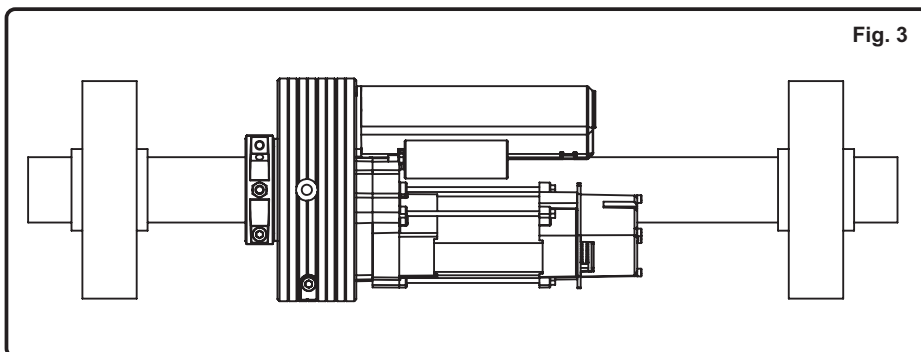

Fig. 4
- Introdurre il cavo 4X1 in dotazione all'interno del foro B (fig 1), evitando qualsiasi contatto con le parti in movimento; eseguire i collegamenti elettrici secondo lo schema elettrico in fig. 4. In presenza di motoriduttore con elettrofreno, introdurre la guaina del freno all'interno del secondo foro B.
- Dopo avere effettuato le connessioni elettriche - (FIG. 4) - procedere alla regolazione del fine corsa come segue (FIG. 4):
- Introduce the electric cable 4X1 into the hole B (fig 1), avoiding any contact with the parts in movement. Perform the electric connections according the electric plan (fig.4). In presence of motor with electrobrake, introduce the sheat of the brake inside the second hole B.
- After making the electrical connections - (FIG. 4) - proceed to adjust the limit switch as follows (FIG. 4):
- Introduire le câble 4X1, en dotation, dans l'intérieur du trou B (fig 1) en évitant le contact avec les parties en mouvement; exécuter les connexions électriques, selon le schéma indiqué dans la fig.4. En présence de moteur avec de l'électro-frein, introduire la gaine du frein à l'intérieur du second trou B.
- Après avoir effectué les raccordements électriques - (FIG. 4) - procéder au réglage du fin de course comme suit (FIG. 4):
- Introducir el cable eléctrico 4X1 en el taladro B (Fig 1) evitando cualquier contacto con las partes en movimiento; Ejecutar los empalmes según el esquema eléctrico en fig.4 En presencia de motor con electrofreno, introducir la funda del freno dentro del segundo taladro B (Fig. 1).
- Después de haber realizado las conexiones eléctricas - (FIG. 4) - proceda a regular el final de carrera de la siguiente manera (FIG. 4):